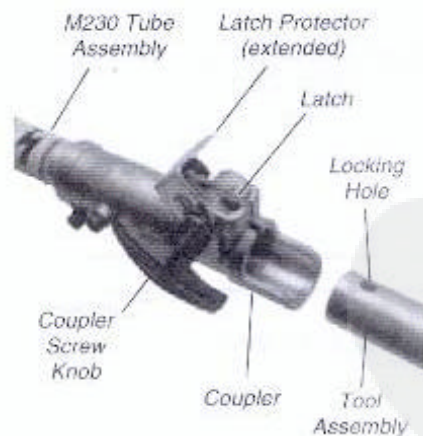

Figure 5
1. Plaats de Multipurpose Tool Carrier en het koppelingswerktuig op een propere platte ondergrond zodat beide stukken in elkaar passen. Het krachtkop-geheel moet naar boven gericht zijn en het werktuig-geheel zou met het sluitingsgat in de buis moeten gepositioneerd worden en naar boven gericht zijn. Zie Fig. 5.
3. Breng het werktuig in de koppeling met het blokkeringsmechanisme naar boven, totdat de lijn van blokkering overeenkomt met het andere uiteinde van de koppeling. Draai het werktuig terug en naar voren totdat u zeker bent dat het klikt in het koppelingsmechanisme. Zie fig.5.